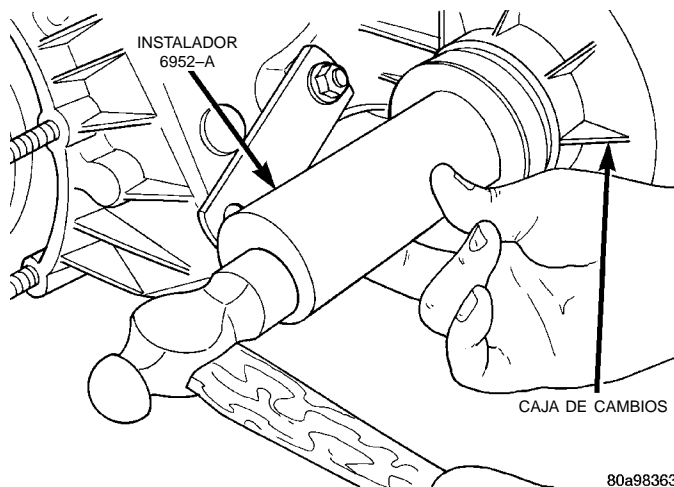

Fig. 51 Instalación de la junta del eje transmisor delantero
(5) Instale una nueva junta de aceite del eje transmisor delantero con el instalador 6952-A (Fig. 51).